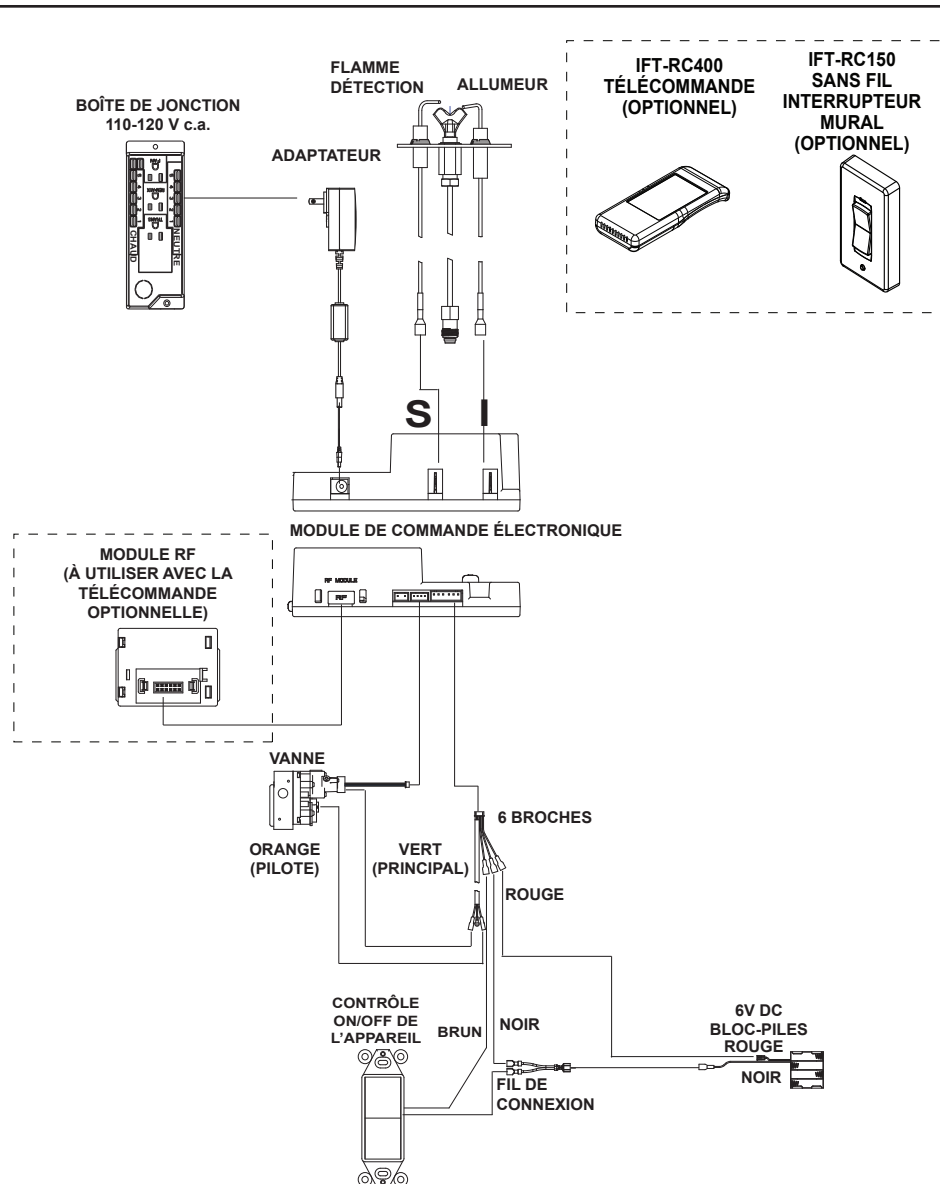

Figure 8.3 Schéma du câblage IntelliFire™ Touch
- Consultez la figure 8.3, schéma du câblage IntelliFire™ Tactile.